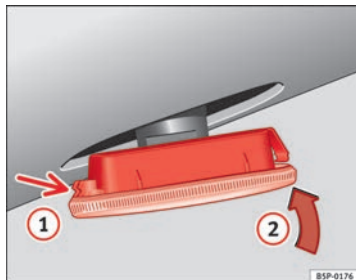

Fig. 198 Intermitente lateral
- Coloque el intermitente en primer lugar en el orificio de la carrocería, encajando las pestañas ⇒ fig. 198, flecha (1).
- Encaje la lámpara como indica la flecha (2) ⇒ fig. 198.